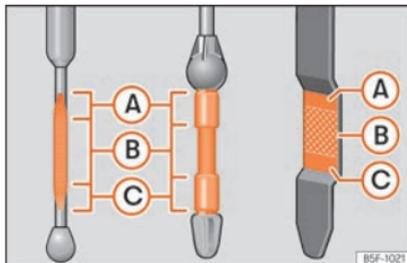

Fig. 186 Vareta de medição do nível de óleo.
– Em seguida, retire-a novamente e verifique o nível do óleo »» **Fig. 186.** Caso seja necessário, reponha óleo do motor.
- Quando o nível de óleo atingir pelo menos a zona » » **Fig. 186 (B)**, enrosque a tampa do bocal de enchimento com cuidado » » ⓘ.
Se o nível do óleo se encontrar por cima da zona » » **Fig. 186 (A)**, não ponha o motor em funcionamento. Pode causar danos no motor e no catalisador. Dirija-se a uma oficina especializada.
O nível do óleo não pode ultrapassar, em caso algum, a zona » » **Fig. 186 (A)**. Caso contrário, poderia ser aspirado óleo pela ventilação do cárter da cambota e chegar à atmosfera através do sistema de escape.